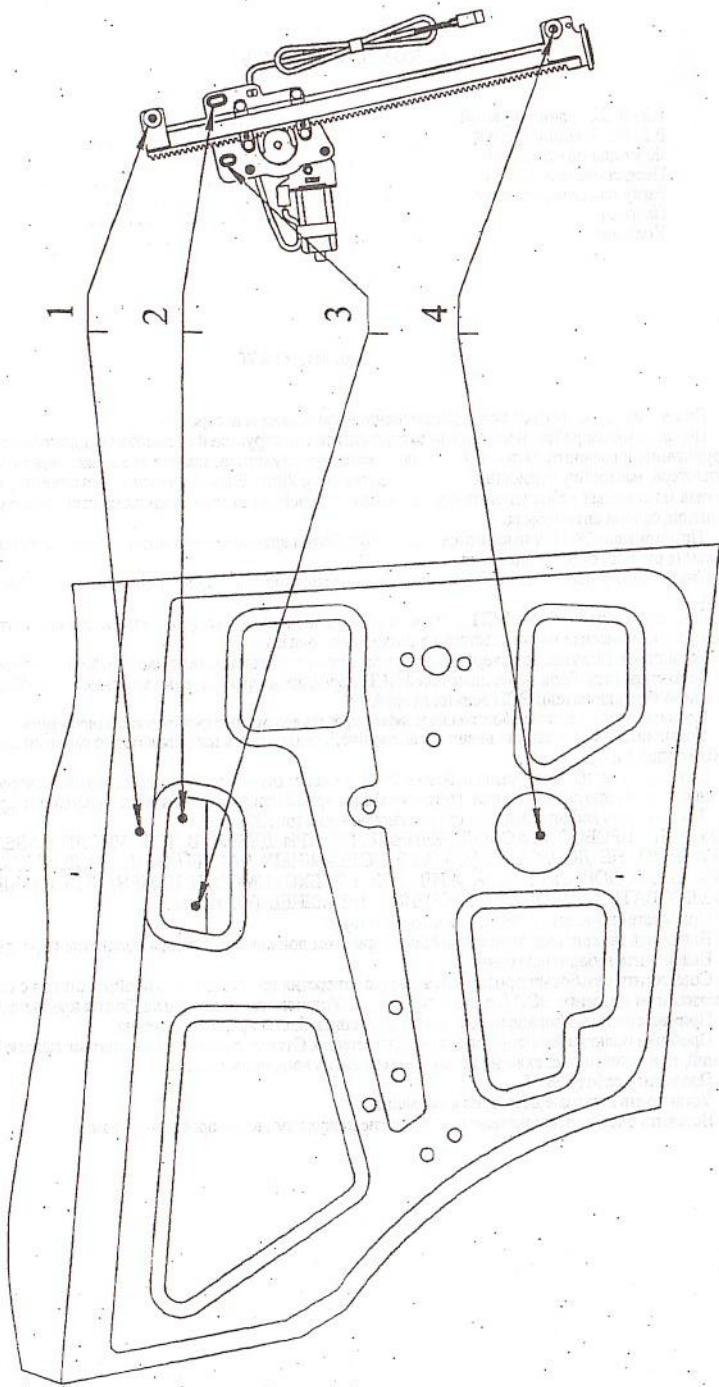

Рис.1
- 6.9 Установить ЭСП в задние двери согласно рис. 1 и закрепить направляющую гайками со стопорными шайбами (поз.1 и 4).
- 6.15 Совместить резьбовые присоединительные отверстия на кронштейне обоймы стекла с соответствующими отверстиями на пластине ЭСП (на рис.1 поз. 2 и 3). Установить, не затягивая, болты крепления стекла.